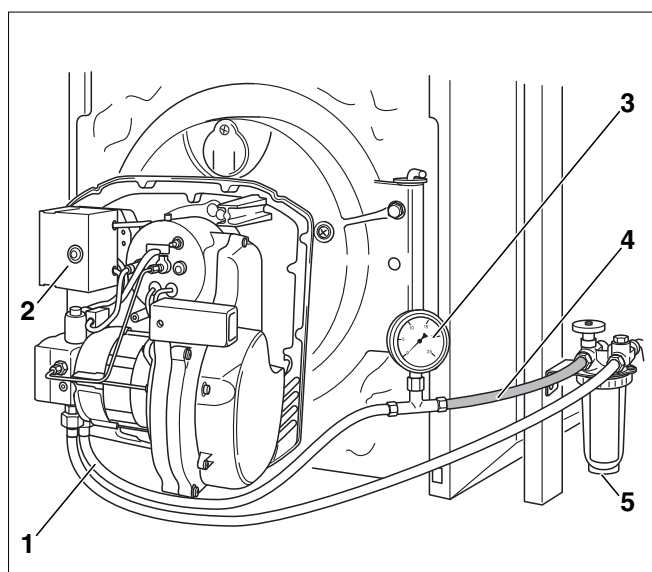

Fig. 28 Filtro de gasóleo, vacuómetro y manguera transparente
- Monte el vacuómetro (fig. 28, **pos. 3**) con la manguera transparente (fig. 28, **pos. 4**; accesorio) tal como se representa en la figura 28, entre el filtro de gasóleo (fig. 28, **pos. 5**) y la tubería de aspiración de gasóleo (fig. 28, **pos. 1**).
- Retirar el programador de combustión (fig. 28, **pos. 2**) del casquillo.
- Compruebe que el gasóleo aspirado a través de la manguera transparente (fig. 28, **pos. 4**) no presente burbujas.
- Cierre la llave de paso de gasóleo situada en el filtro (fig. 28, **pos. 5**, pág. 24) y desmonte el tubo (fig. 28, **pos. 4**, pág. 24) con vacuómetro (fig. 28, **pos. 3**, pág. 24).
- Enrosque la tubería de aspiración de gasóleo (fig. 28, **pos. 1**, pág. 24) en la conexión del filtro de gasóleo (fig. 28, **pos. 5**, pág. 24).
- Abra la llave de paso de gasóleo situada en el filtro (fig. 28, **pos. 5**, pág. 24).